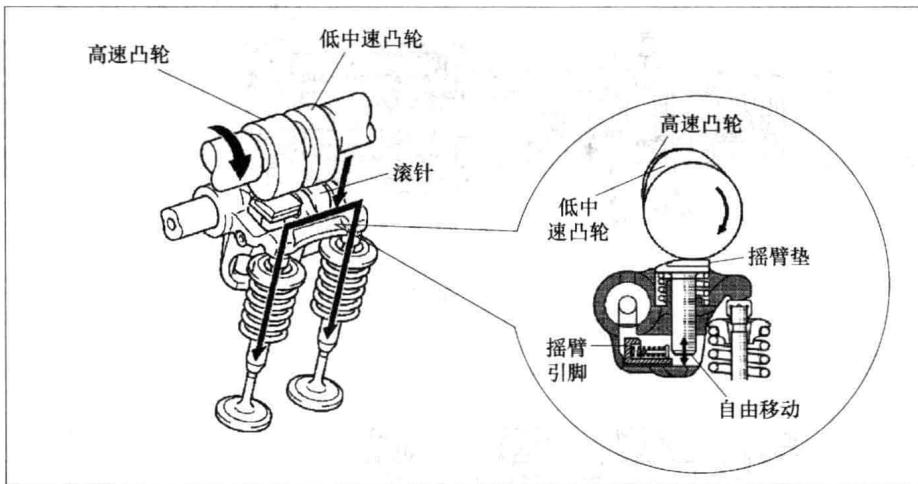

图 1-9 低中速运转
① 低中速运转 当发动机工作在低中速范围（低于 6000r/min），低中速凸轮推滚针摇臂下降到操作的两个阀门，见图 1-9。此时，高速凸轮也倒推摇臂垫，但由于摇臂垫自由移动，这个动作不会造成摇臂和阀移动。